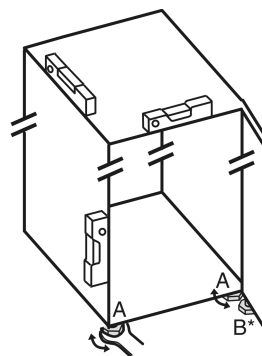

Fig. 4
- ▶ Zhvendosni këmbëzat me rregullim Fig. 4 (A) me çelës fiso dhe me ndihmën e një niveli me ujë, derisa pajisja të jetë niveluar mirë.
- ▶ Zhvendosni këmbëzat me rregullim Fig. 4 (B) në bazamentin mbështetës me çelësat fiso të përfshirë në paketim, derisa të jetë mbështetur mbi dyshteme.
- ▶ Rrotulloni këmbëzën me rregullim Fig. 4 (B) me 90°.